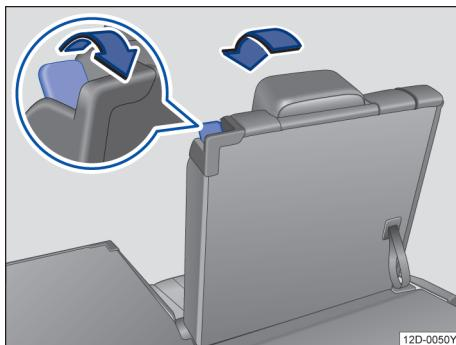

图 70 第三排座椅：将后座椅翻折为载货位置
- 将物品从后座椅前后的脚部空间移除→①。 ▶
- 将解锁拨杆→图 70 向后拉到底，即可解锁后座椅靠背。
- 如果能看到解锁拨杆→图 70 上的红色标记表明后座椅靠背未正确卡止。务必检查，当后座椅靠背处于垂直位置时，是否绝对看不到此红色标记。